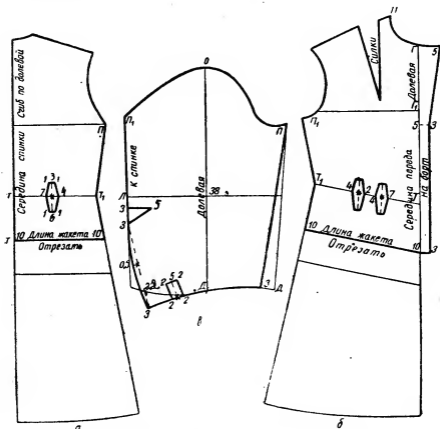

Рис. 223. Нанесение линии фасона платья-костюма:
**Спинка.** От точек  $T$  и  $T_1$  (рис. 223, а) вниз откладывают по 10 см. Точки 10 соединяют по линейке (длина жакета).
**Полочка.** От точек  $T$  и  $T_1$  (рис. 223, б) вниз откладывают по 10 см. Точки 10 соединяют по линейке (длина жакета).
**Рукав.** Берут основную выкройку рукава и наносят линии фасона (рис. 223, в). От точки О (высокая точка оката рукава) вниз проводят вертикальную линию и точку пересечения с линией низа обозначают буквой Д1, затем от точки О вниз по вертикальной линии откладывают 38 см (длина рукава до локтя), через точку 38 проводят горизонтальную линию и точку пересечения обозначают буквой Л.